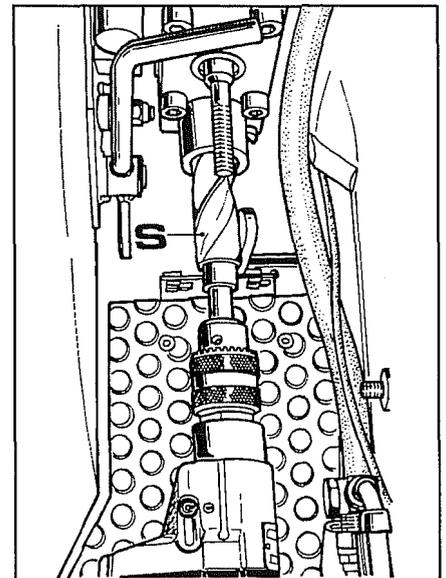

Abb. 18
- 1 Am Bügel die Buchse mit Innendurchmesser von 25 mm anbringen und dann das erste Loch mit dem entsprechenden Bohrer (**S** Abb. 18) und der Bohrmaschine bei niedriger Drehzahl bohren.
- 2 Am Bügel die Buchse mit Innendurchmesser von 28,5 mm anbringen und dann das zweite Loch mit dem entsprechenden Bohrer (**S** Abb. 18) und der Bohrmaschine bei niedriger Drehzahl bohren.